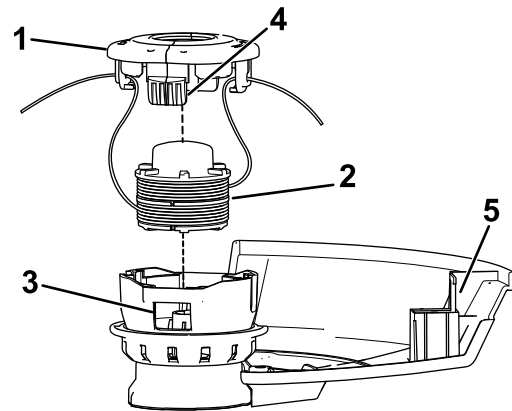

Figure 15
2. Appuyez sur la languette sur le côté du chapeau de fixation de la bobine (Figure 15).